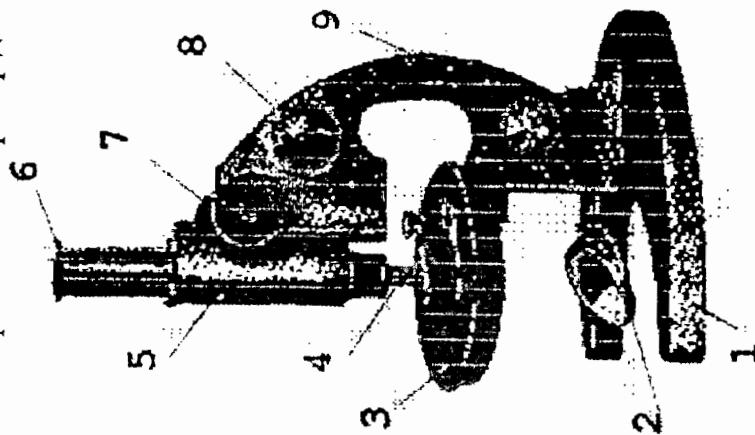

Рис. 1.
Микроскоп - это прибор для получения больших увеличенний мелких предметов (см. рис. 1). К опорному штативу (1) шарнирно крепится кронштейн (9) (см. рис. 1). К кронштейну снизу крепится предметный столик (3) с оптической системой и осветительным зеркалом (2). В верхней части кронштейна помещается механизм точной наводки на резкость, который приводится в движение кремальерой (8) (кремальера точной наводки). Этот механизм перемещает салазки. Предельы перемещения салазок относительно кронштейна определяются с помощью специальных меток: на кронштейн нанесена точка, а на салазки - две горизонтальные черточки. Когда салазки находятся в верхнем положении нижняя черточка находится против точки. В этом положении салазки можно только опускать; дальнейший подъем приводит к порче механизма точной наводки на резкость. Если салазки находятся в нижнем положении (верхняя черточка находится против точки), опускать их ниже